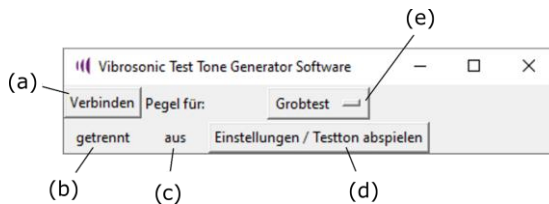
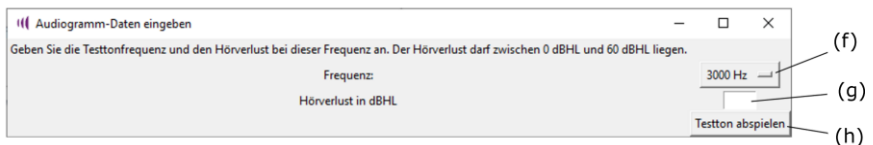

Abbildung 19: Benutzerschnittstelle der Testtongeneratorsoftware
Abbildung 20: Benutzerschnittstelle der Testtongeneratorsoftware (Audiogramm-Daten eingeben)
Abbildung 19 und Abbildung 20 erläutern das Benutzerinterface der Testtongeneratorsoftware.
- (d) Schaltfläche zur Eingabe der Audiogramm-Daten (öffnet das in Abbildung 20 dargestellte Fenster)